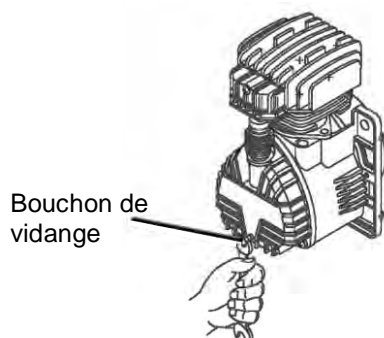

Fig. 13
- (1) Au plus tard après les 50 premières heures d'utilisation, effectuer un changement complet de l'huile de la pompe. Dévisser le bouchon de vidange du carter, vidanger complètement l'huile et remettre le bouchon en place (Voir Fig. 1 et Fig. 13).